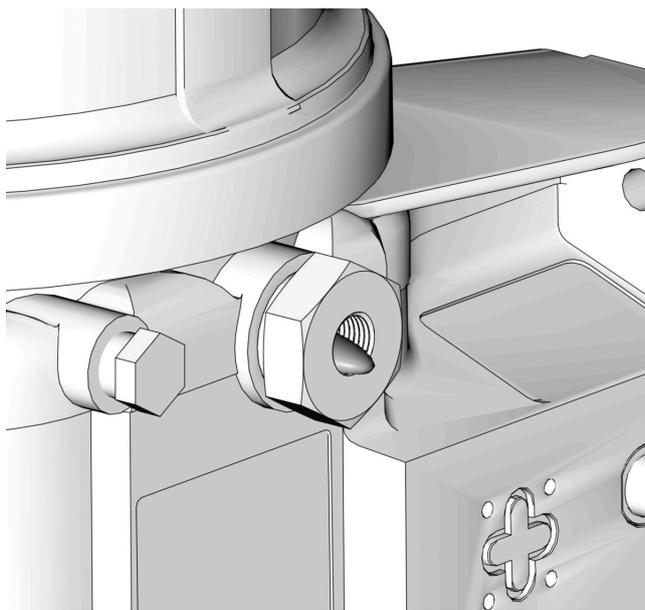

图 28
2. 只运行泵，直到不含空气的润滑剂从泵元件管件流出（图 28）。